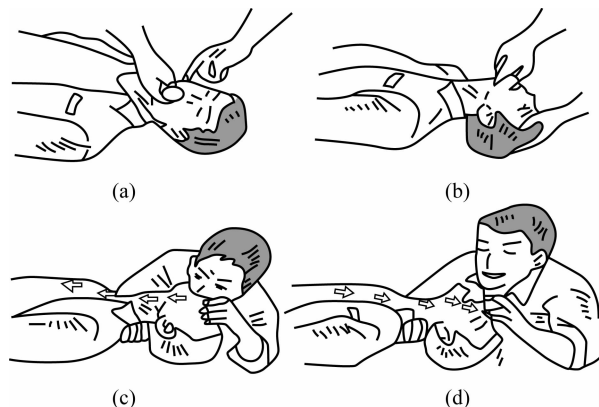

图 1-21 口对口人工呼吸法
①口对口人工呼吸法。如图 1-21 所示,首先清理触电者的口鼻等通道,将触电者口鼻朝上,头向后仰。将触电者口张开,抢救者深吸一口气,然后张大口将触电者的口全包住,接着做捏鼻动作,快而深地向触电者口内吹气,并观察其胸廓有无上抬下陷活动。一次吹完后,脱离触电者的口部,捏鼻翼的手同时松开,慢慢抬头再吸一口新鲜空气,准备下次口对口吹气。口对口呼吸频率为成人每分钟 16~20 次,大约每 5 s 吹一口气。
②口对鼻人工呼吸法。有些情况下,不能进行口对口人工呼吸,如牙关紧闭、口部严重损伤或抢救者不能将触电者口部完全紧密地包住等,这时应采用口对鼻人工呼吸法。抢救者一手按于触电者前额,使其头部后仰,另一手提起触电者下颌,并使其口部闭住,抢救者深吸一口气,然后用口包住触电者的鼻部,用力向触电者鼻孔吹气。